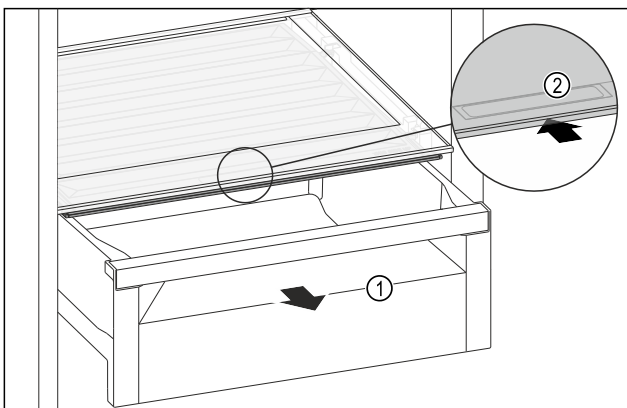

Fig. 112
- ▶ Изтеглете чекмеджето Fig. 112 (1).
- ▶ Хванете вдлъбнатия захват Fig. 112 (2) на капака на отделението и едновременно с това избутайте назад капака на отделението.